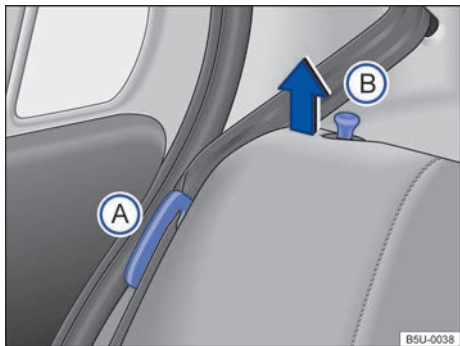
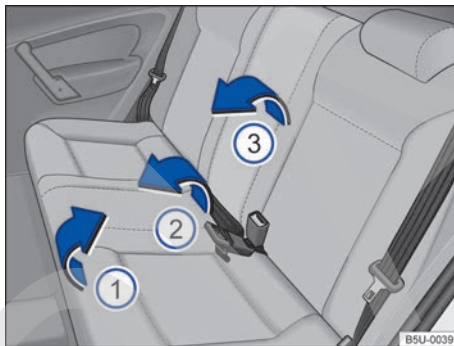

Fig. 78 Asiento trasero: posicionador de la banda del cinturón de seguridad (A) y pasador de desbloqueo del respaldo (B).
Fig. 79 Asiento trasero: inclinar el asiento trasero.
- Para vehículos que poseen cinturones de seguridad con enrollador automático, encajar las bandas de los cinturones en los respectivos alojamientos en el revestimiento lateral \Rightarrow **fig. 78 (A)**. Para los vehículos que poseen cinturones de seguridad sin enrollador automático, prestar atención para que la banda de los cinturones no quede presa entre el asiento y la lateral del vehículo.
- Tirar del asiento por la parte de adelante \Rightarrow **fig. 79 (1)** en el sentido de la flecha, hacia arriba.
- Levantar la parte trasera del asiento \Rightarrow **fig. 79 (2)** y desplazar totalmente hacia adelante, para que el asiento quede lo más próximo posible del entarimado y del respaldo del asiento delantero.
- Tirar de las clavijas de desbloqueo \Rightarrow **fig. 78 (B)** y, al mismo tiempo, plegar parcialmente el respaldo del asiento \Rightarrow **fig. 79 (3)** y quitar los apoyacabezas \Rightarrow **pág. 65**. Bajar completamente el respaldo del asiento trasero.
- Encajar las bandas de los cinturones de seguridad en los respectivos posicionadores ⇒ **fig. 78 A**.
- Levantar las clavijas ⇒ **fig. 78 B** y, al mismo tiempo, plegar parcialmente el respaldo del asiento trasero ⇒ **fig. 79 C**.